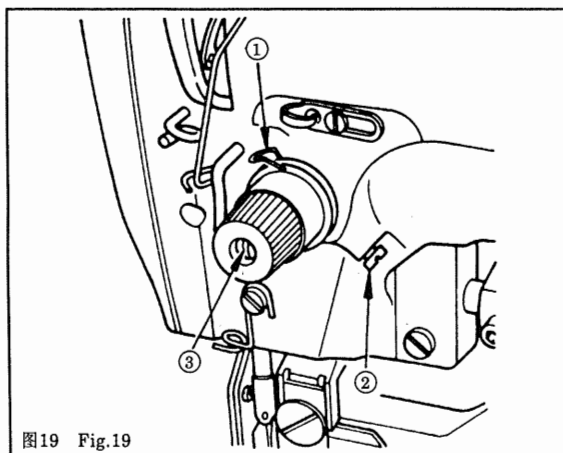

图19 Fig.19
16. 缝线张力 图18 图19
16.THREAD TENSION Fig.18 Fig.19